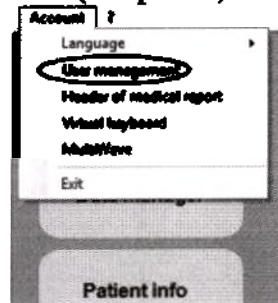

Рисунок 7. Доступ к интерфейсу «Управлению пользователями» ("Users management").
Amolab Suite позволяет управлять учетными записями и утилитами с помощью специального интерфейса. Чтобы получить доступ к интерфейсу «Управление пользователями» ("Users management"), нажать «Управление пользователями» ("Users management") в меню «Учетная запись» ("Account") на панели инструментов (см. рис. 7).
1. Получить доступ к интерфейсу «Управление пользователями» ("Users management") (см. рис. 7);
1. Получить доступ к интерфейсу «Управление пользователями» ("User management") (см. рис. 7);
Чтобы использовать модуль MultiWave, необходимо запустить его на панели инструментов: перейти в меню «Учетная запись» ("Account") и нажать «MultiWave» (см. рис.7). Система откроет модуль MultiWave и автоматически закроет Amolab Suite.